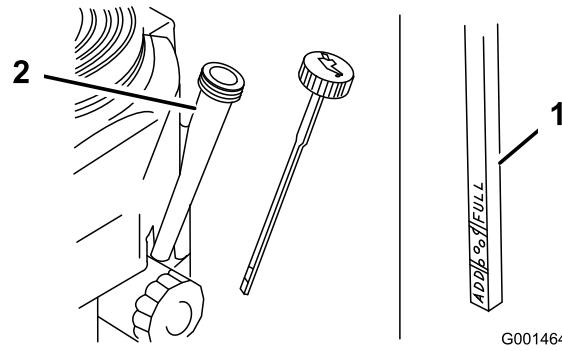

Figura 28
4. Limpie alrededor de la varilla de aceite (Figura 28) para impedir que caiga suciedad por el orificio de llenado y cause daños en el motor.
5. Desenrosque la varilla de aceite y límpie el extremo (Figura 28).
6. Deslice la varilla a fondo en el tubo de llenado, pero no la enrosque en el tubo (Figura 28).
- Vierta lentamente un 80% aproximadamente de la cantidad especificada de aceite por el tubo de llenado (Figura 28).